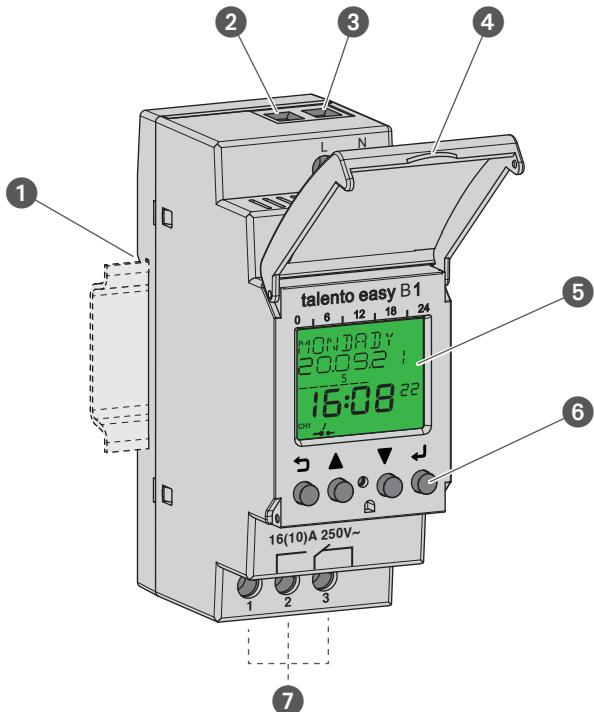

Abb. 1: Zeitschaltuhr
Die Zeitschaltuhr ist eine Schaltuhr, die mit einem Klicksystem auf eine DIN-Schiene (Abb. 1/①) montiert wird; diese steuert das über die Ausgangsklemmen (Abb. 1/⑦) verbundene Gerät an. Die Zeitschaltuhr verfügt über einen Kanal und kann über ein Display (Abb. 1/⑤) mit 4 Bedientasten (Abb. 1/⑥) bedient werden.